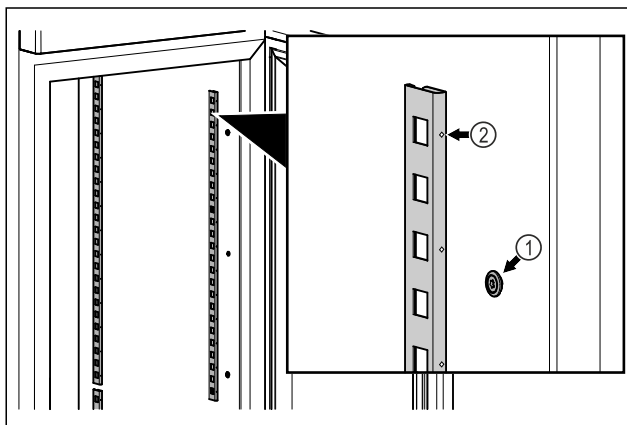

Fig. 56 Näitlik kujutis
- ▶ Haakige fikseerimisliistud rippkinnitusse Fig. 56 (1). Märgistus Fig. 56 (2) peab olema ettepoole suunatud.